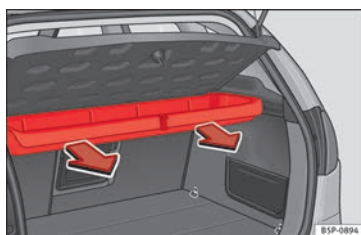

Fig. 104 Desmontagem da caixa porta-objetos.
- Puxar para fora até desencaixar a caixa dos eixos de rotação » Fig. 104.